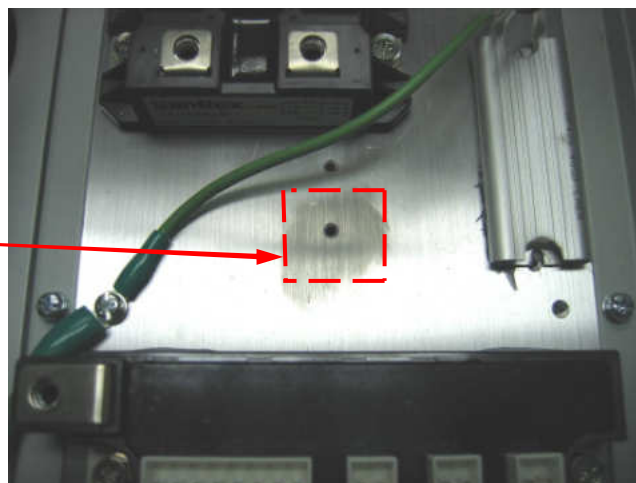

Рис.7.5
- 7.4.1. Протереть, бумажной салфеткой, смоченной СБС, место установки на радиаторе ПЧ **датчика температуры** (рис.7.5).